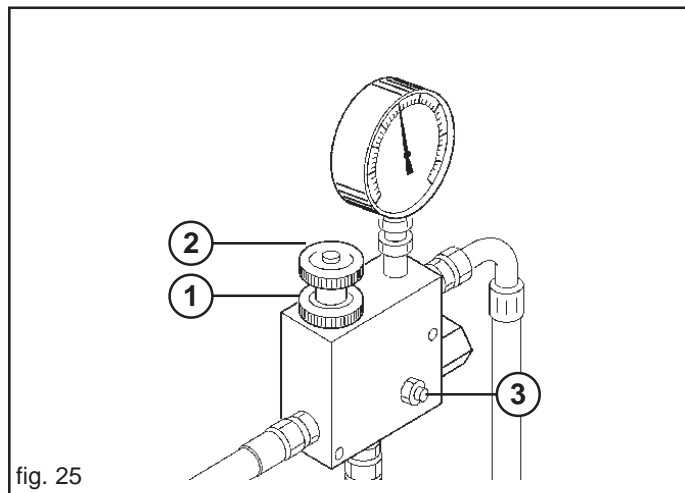

fig. 25
Si vous voulez augmenter la vitesse de rotation de la turbine pour les graines plus lourdes agir avec grande prudence en opérant comme suit (Fig. 25):
- b) desserrer le volant (1, Fig. 25);
- c) tourner en sens horaire ou contraire le volant (2, Fig. 25) pour diminuer ou augmenter la pression et par conséquent le nombre de tours de la turbine.